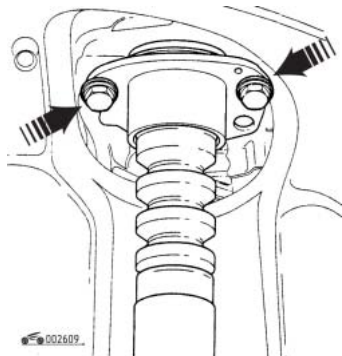

Рис. 6.9. Снятие крышки верхней опоры задней подвески
- снимите крышку (рис. 6.9), закрывающую верхнюю опору задней подвески;